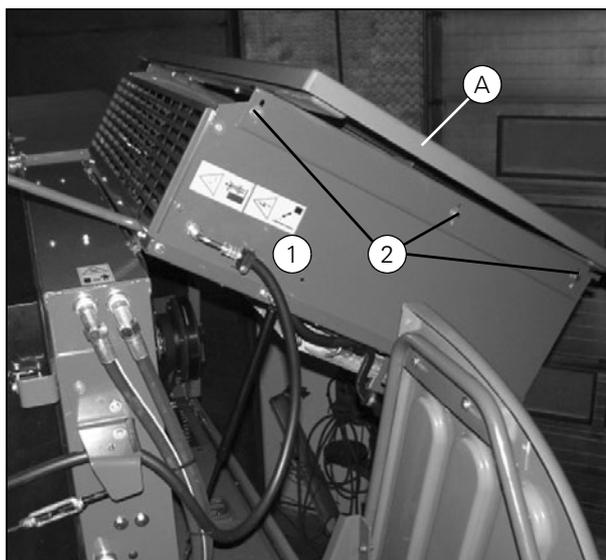

Рисунок 8
17. Закрепите фланцевый подшипник (14) на кронштейне. Не затягивайте крепления подшипника на валу.
18. Установите вал, так чтобы стопорное кольцо (E) уперлось во фланцевый подшипник (14). Постучите, чтобы запорное кольцо подшипника (16) встало на место.
**ВАЖНОЕ ЗАМЕЧАНИЕ:** После снятия приводных валов убедитесь, что расстояние (Z) между краем резинового ролика (F) до держателя (G) равно 3 мм. Направляющий кронштейн (H) не должен касаться вала, когда вращающееся решето закрыто. Перед установкой боковой панели (A) (Рис. 8) проверьте положение детали и при необходимости выполните регулировку следующим способом:
- Снимите пробку отверстия (J) и вставьте в отверстие измерительный брусок (K) (можно использовать измерительный брусок для подбарабання, который поставляется вместе с машиной).
- Слегка приоткройте вращающееся решето и вставьте в щель гаечный ключ, чтобы разгрузить гайки. Ослабьте болты (L) и отрегулируйте направляющий кронштейн (H).